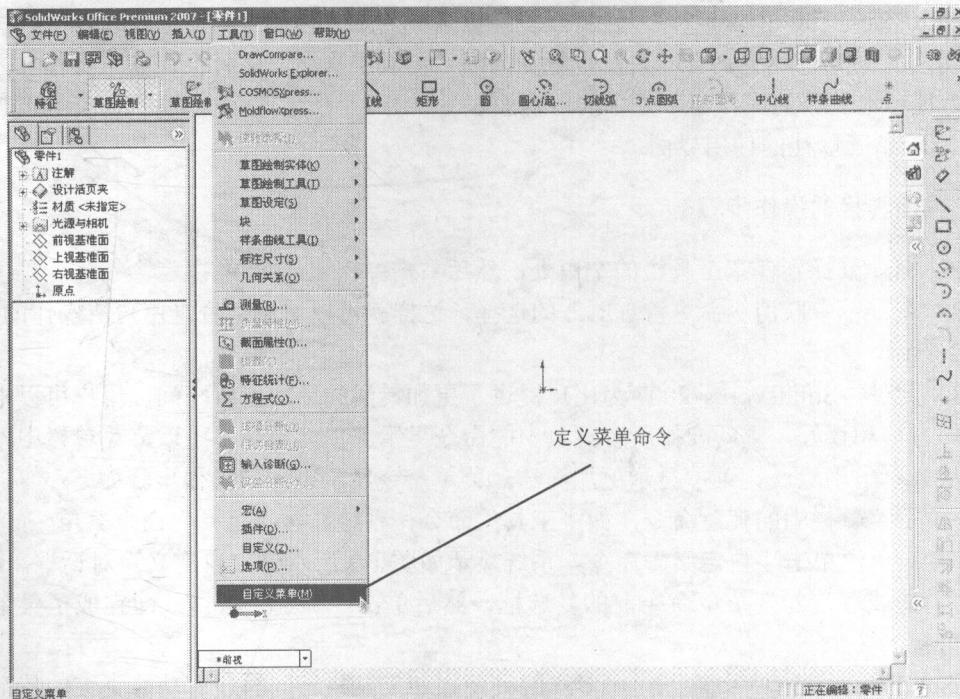

图 1-2 适合老用户操作的界面
(1) 拖动鼠标到任意工具栏的空白处，然后右击弹出快捷菜单。
(2) 在菜单中取消“命令管理器”的选择，这样就可以看到适合老用户所操作的界面，如图 1-2 所示。
(3) 此外，SolidWorks 2007 为用户提供了更加灵活的界面设置空间，用户可以根据自己的操作习惯和喜好，重新安排所有菜单中的命令显示。也就是说，可以将菜单栏中不常用的命令从菜单中剔除，让菜单显示更加简洁。菜单命令显示设置的操作步骤如下：